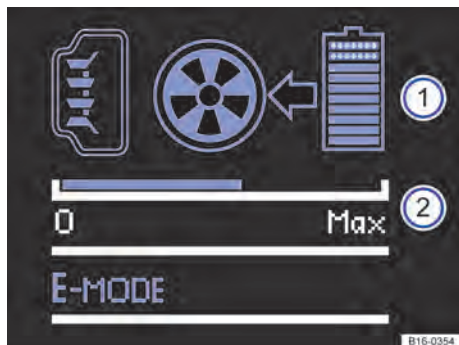

Fig. 20 No display do instrumento combinado: indicador do fluxo de energia (1) e indicador da disponibilidade de potência elétrica (2).
⇒ Fig. 20 (1). Assim, o indicador do fluxo de energia pode ajudar a condução a economizar energia.